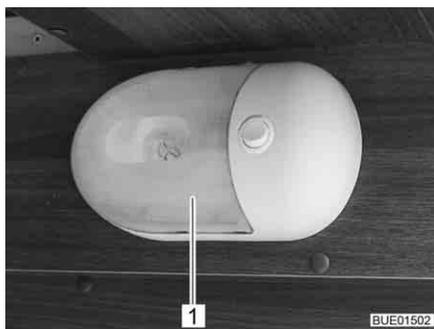

Fig. 226 Lampada a parete
- Comprimere leggermente sui due lati la copertura trasparente (Fig. 226,1), staccarla appena dall'interruttore e tirarla in avanti.